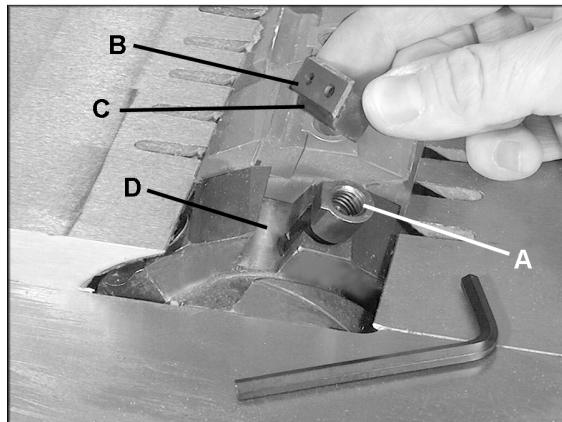

Рис. 20
1. Ослабьте винт прижимной планки (A, Рис. 20).
2. Извлеките нож (B, Рис. 20) вместе с прижимной планкой (C, Рис. 20) из паза.
3. Убедитесь, что паз (D, Рис. 20) очищен от пыли и опилок, которые могут помешать правильному размещению ножа. При необходимости очистите паз и протрите его растворителем.
6. Плотно затяните винт прижимной планки (A, Рис. 20).